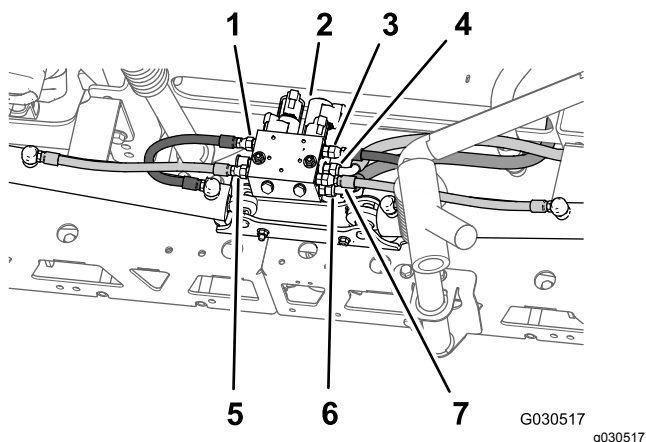

Figure 71
2. À l'arrière de la machine, détachez les flexibles hydrauliques entre le collecteur de levage de rampe et le vérin hydraulique (Figure 71).